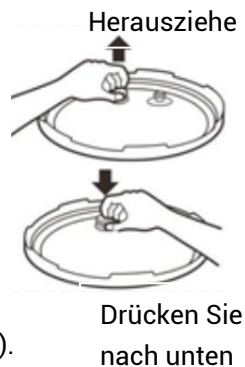

Abbildung 18
2. Verwenden Sie einen nicht scheuernden Schwamm oder ein feuchtes Tuch, um das Gehäuse (13) zu reinigen. Tauchen Sie das Gehäuse (13) NIEMALS in eine Flüssigkeit und gießen Sie keine Flüssigkeit hinein.
3. Entfernen Sie den Kondenswasserbehälter (12), spülen Sie ihn gründlich aus und lassen Sie ihn trocknen. Reinigen Sie das innere Hauptgehäuse (13) und den oberen Ring (9) mit einem feuchten Schwamm oder Tuch.
4. Entfernen Sie das Druckbegrenzungsventil (3), indem Sie es fest nach oben ziehen. Mit warmem Wasser abspülen und trocknen.
5. Reinigen Sie den Deckel (2) mit warmem Seifenwasser, einschließlich der Gummidichtring (18), des Filters (17), des Ventils, des Sicherheitsventils (4) und lassen Sie ihn gründlich trocknen.
6. Auf der Unterseite des Deckels unterhalb des Überdruckventils (3) befindet sich ein kleiner Metallfilter (17), der zum Reinigen leicht entfernt werden kann (Abbildung 18).
8. Spülen Sie den Innentopf (6), das Gitter (20) und den Hartglasdeckel (21) mit einem nicht scheuernden Schwamm und lassen Sie sie an der Luft trocknen oder verwenden Sie ein Tuch. Es wird nicht empfohlen, einen Topfreiniger zu verwenden, der die antihafbeschichtete Oberfläche des Innentopfs (6) zerkratzen könnte.
Entfernen Sie den Filter (17), indem Sie ihn senkrecht nach oben ziehen und reinigen sie ihn. Um den Filter wieder anzubringen, setzen Sie einfach den Filter (17) wieder ein und drücken Sie ihn nach unten, um ihn zu verriegeln (Abbildung 18).